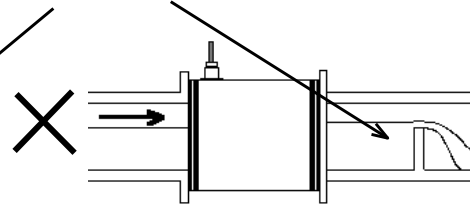

図17. 下流に堰がある場合
- (d) 下流部に立ち上げ部や堰などがある場合。図 17.